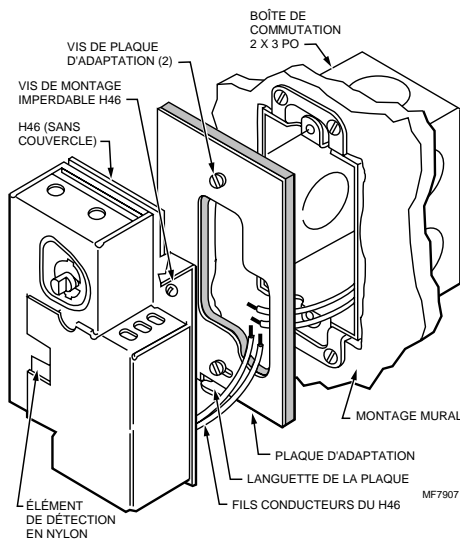

Fig. 1. Montage du H46D sur une boîte de commutation verticale.
- 4 À l'aide des deux vis fournies, fixer la plaque d'adaptation à la boîte de commutation (Voir Fig. 1.)